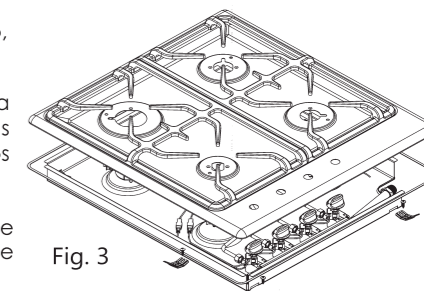

Fig. 3
- × Retirar las rejillas de los quemadores y los difusores de los quemadores (Fig. 3).
- × Retirar la plancha sacando los 8 tornillos que fijan los quemadores (Fig. 3).